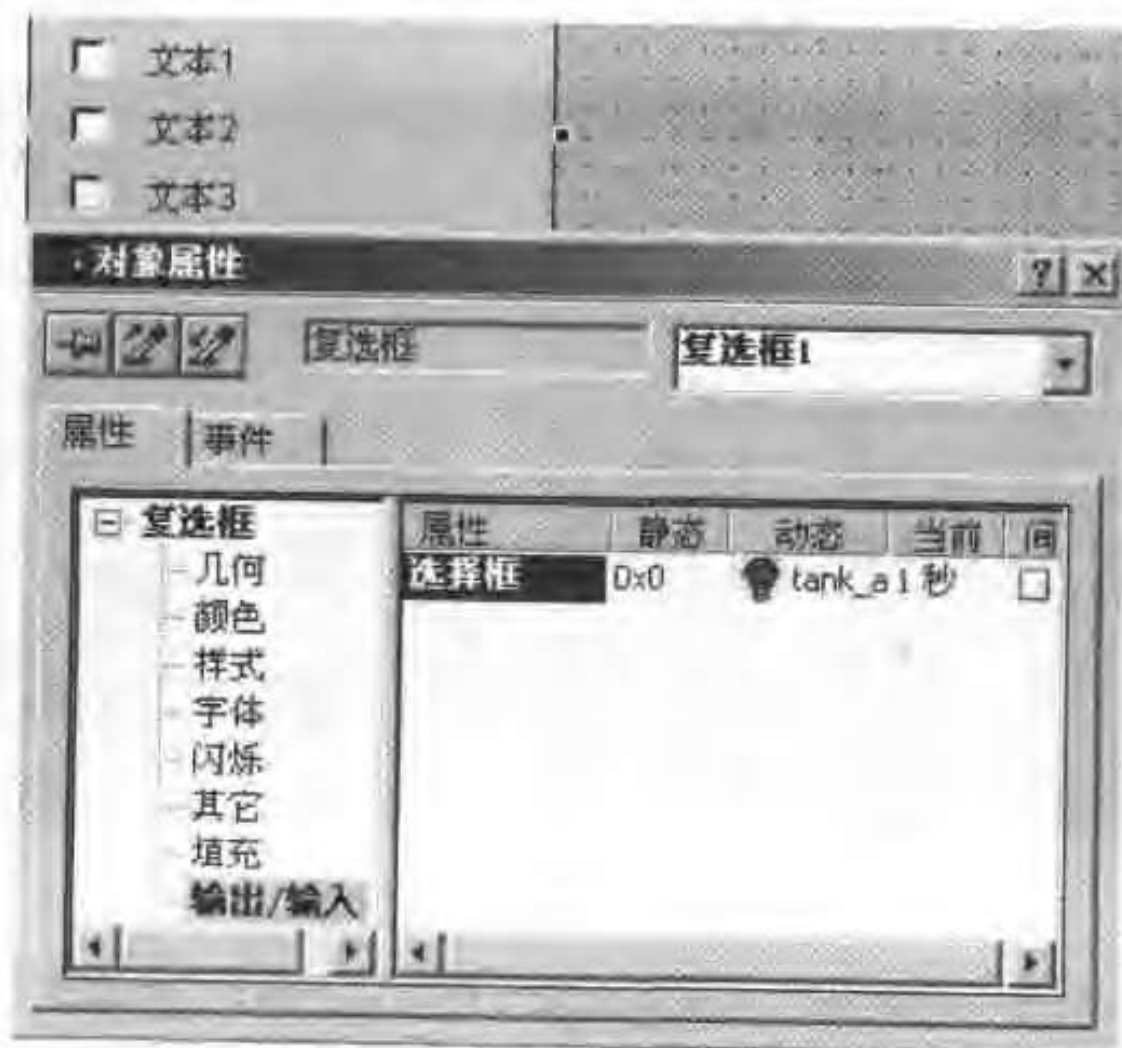

图 8-11 复选框对象的属性值
- 右击刚刚添加的“复选框 1”对象,从快捷菜单中选择“属性”菜单项,打开“对象属性”对话框,选择“属性”选项卡,选择“输出/输入”项,在右边窗口的“选择框”行上,右击“动态”列,从快捷菜单中选择“变量”菜单项,打开“变量选择”对话框,选择变量 tank_alarm,单击“确定”按钮,关闭此对话框,如图 8-11 所示。右击“对象属性”对话框右边窗口的“当前”列,从快捷菜单中选择“500 毫秒”菜单项。